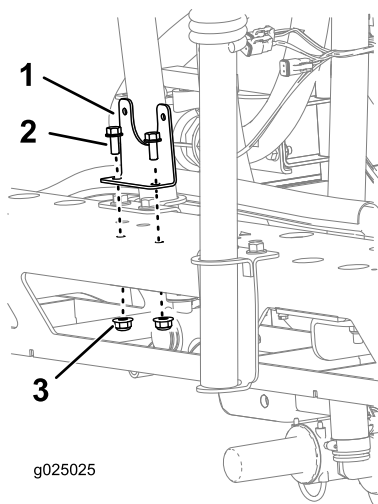

Bild 1
2. Befestigen Sie die Halterung mit den zwei Schrauben (5/16" x ¾") und zwei Sicherungsmuttern (5/16") am Rahmen, wie in Bild 1 dargestellt.